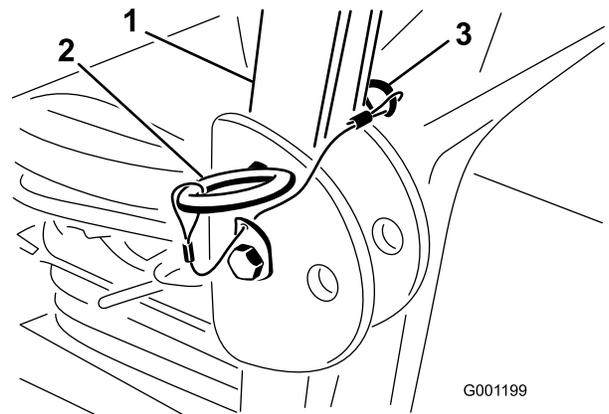

Рисунок 8
1. Извлеките игольчатые шплинты и снимите 2 штифта с защитной дуги (Рисунок 8).
2. Поднимите защитную дугу в верхнее положение, вставьте 2 штифта и закрепите их игольчатыми шплинтами (Рисунок 8).